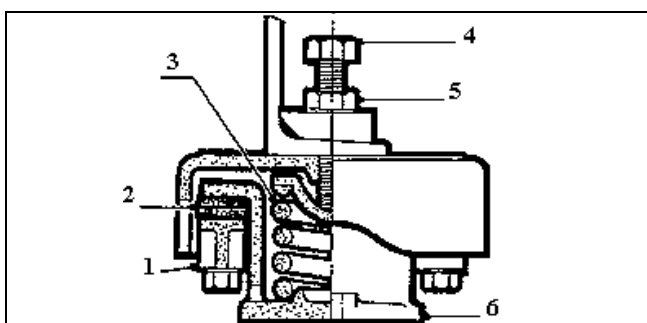

Рис.15: 1-перемычка; 2-контрольные подушки; 3-стальная пружина; 4- регулировочный винт; 5-контргайка; 6- опорная подушка. 777.2
2) Предварительно сжатые стальные пружины – с регулировкой. См. **рис.15.**
ПРИМЕЧАНИЕ: Для двигателей серий 4012 /16 обязательны типы опор, показанные на **рис. 15 и 14** (т.е., регулируемые или нет, конструкций Грея и Кристи или подобные).